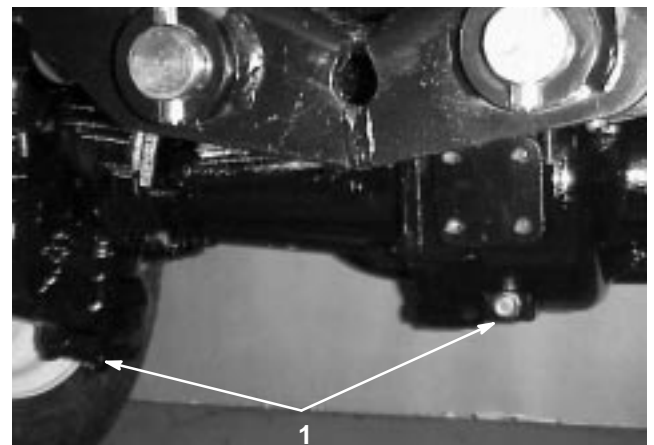

Bild 72
2. Reinigen Sie den Bereich um die drei Verschlusschrauben, d.h. jeweils eine an beiden Enden und eine in der Mitte (Bild 72).